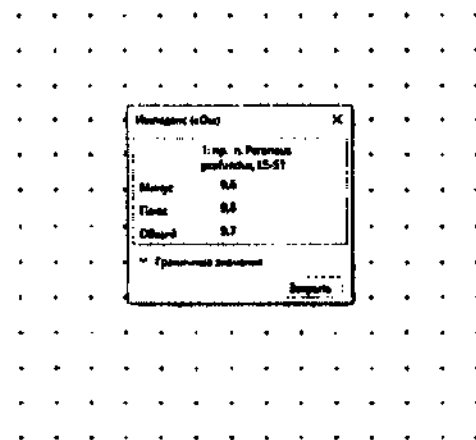

Рис. 107. Измерение импеданса
- После установки электродов проверьте качество их наложения. Для этого нажмите кнопку «Z» на функциональной клавиатуре. На экране появится окно измерения импеданса. Все индикаторы должны быть подсвечены зеленым (рис. 107).